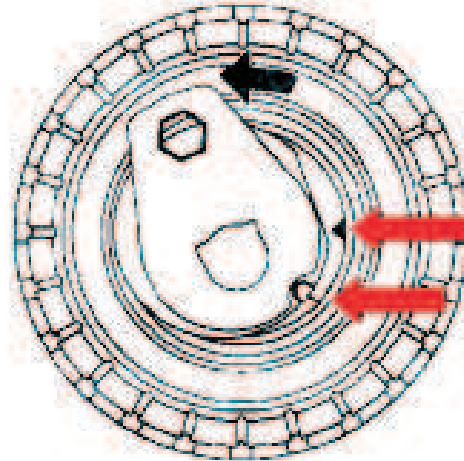

Fig. 4
- Con una específica llave Allen, gire el excéntrico del tensor en sentido contrario a las agujas del reloj, hasta alinear las referencias fija y móvil del indicador del tensor, como se indica en la Fig. 4.